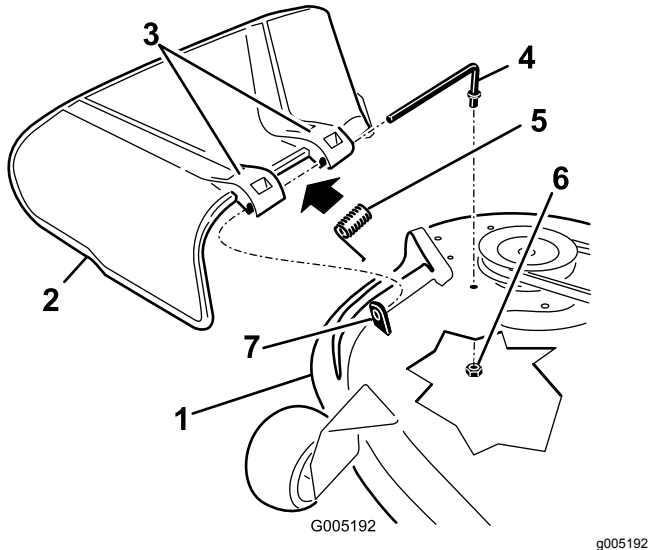

Figura 60
1. Retire la tuerca ($\frac{3}{8}$ ") de la varilla (debajo del cortacésped) (Figura 60).
2. Retire la varilla del espaciador corto, del muelle y del deflector de hierba (Figura 60).
4. Vuelva a colocar el deflector de hierba (Figura 60).
7. Deslice la varilla por el segundo soporte del deflector de hierba (Figura 60).
9. Sujete el extremo trasero de la varilla al cortacésped con una tuerca ($\frac{3}{8}$ "), según se muestra en Figura 60.